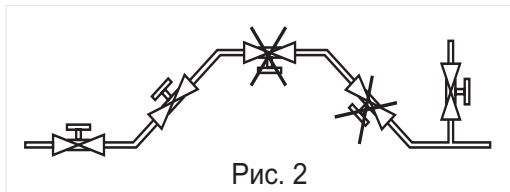

Рис. 2
4.2.6 Произведите монтаж клапана на трубопроводе, в соответствии с рекомендацией по расположению клапана на трубопроводе (рис. 2).